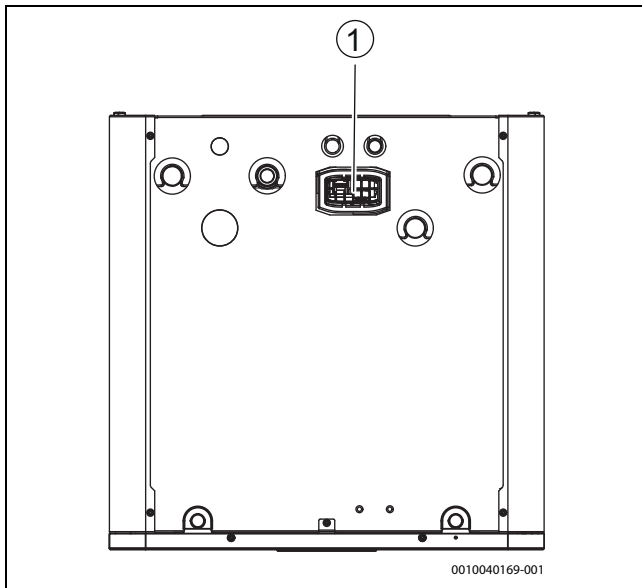

Bild 17 Halter für das Funkmodul
- Modul in den Halter einsetzen (→ [1], Abbildung 17). Wenn das Modul richtig eingesetzt wurde, blinkt eine LED.